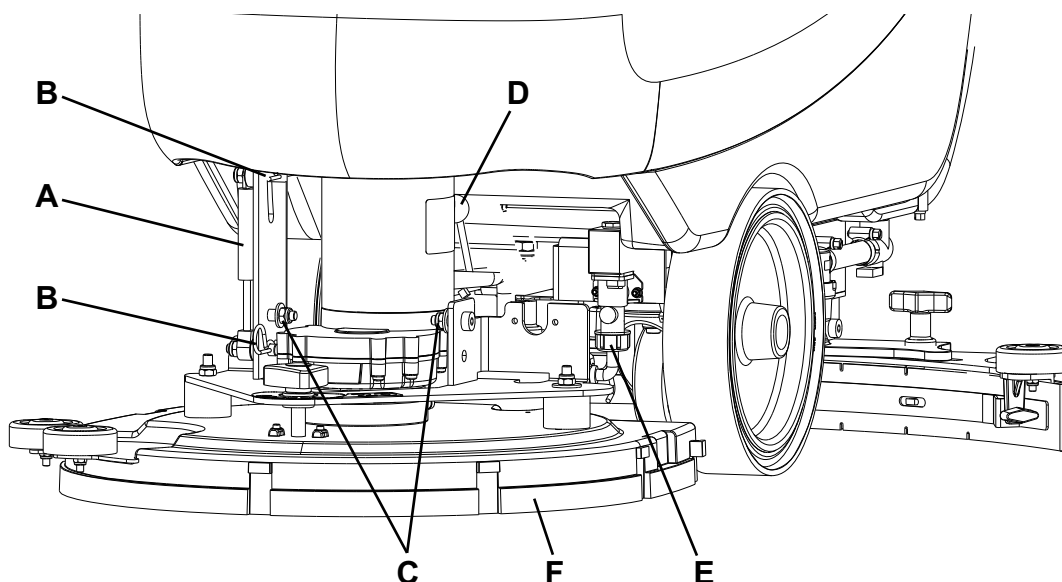

Figure 11
3. Baisser la tête porte-brosses / plateaux support disque en appuyant sur la pédale (11).
4. Si équipés, déposer les goupilles (B, Fig. 11) et le ressort à gaz (A).
5. Débrancher la connexion électrique (D) des moteurs des brosses / plateaux support disque.
6. Déconnecter le raccord (E) du tuyau de la solution.
7. Déposer les vis (C), puis déposer la tête porte-brosses / plateaux support disque (F).